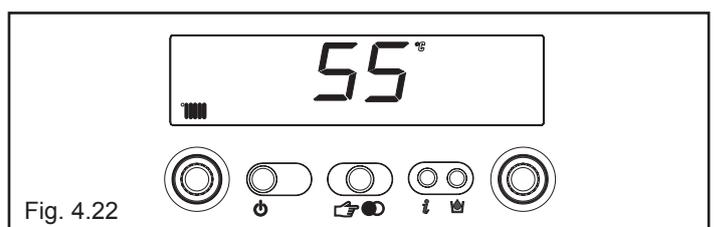

Fig. 4.22
- 3 visualizza la temperatura riscaldamento settata (fig. 4.22)